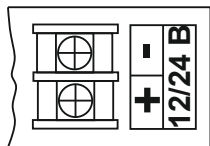
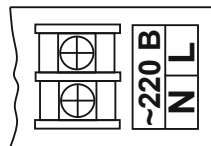

Рисунок 1
Рисунок 2
- 6.6 Продіти провід (кабель) через зроблений отвір в кабельному вводі та підключити до клемної колодки відповідно до маркування, розташованого на платі (**УА-2-12/24** – рисунок 1) та (**УА-2-220 та УА-2-220-А** – рисунок 2).